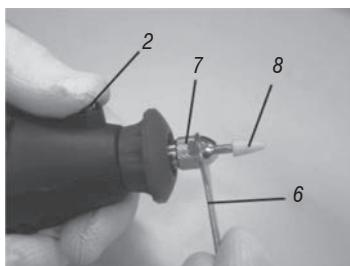

Fig. 3 – Instalación o extraccion
3. Mientras sujetla la traba del eje (2) con la llave de boca (6), atornille la tuerca de fijación (7), fig.3;